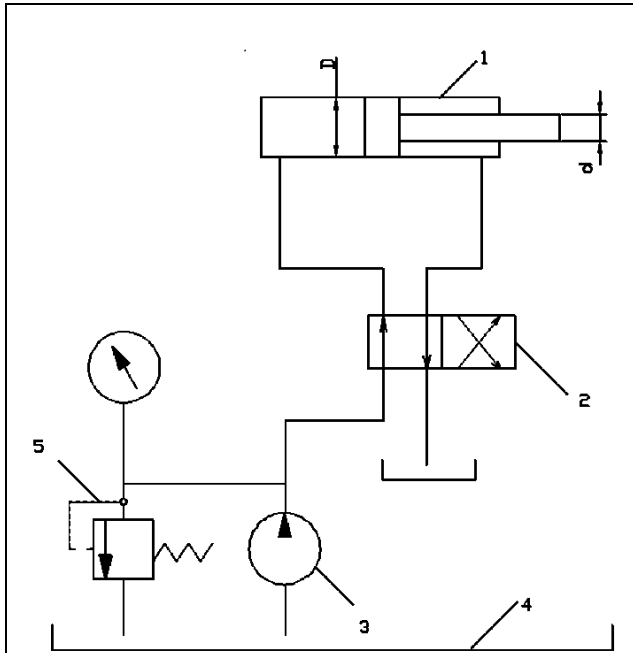

Рисунок 3
3. В объемном гидроприводе (рис. 3) насос 3 при вращении своего приводного вала с частотой $n = 1500$ об/мин развивает подачу $Q_n = 0,4$ л/с. Уплотнение поршня диаметром $d = 40$ мм в гидроцилиндре 1 манжетное. Утечка масла в гидросистеме не превышает $\Delta Q = 1,5$ см³/с. С учетом утечки масла в гидросистеме определить, с какой частотой необходимо вращать приводной вал насоса для сообщения поршню гидроцилиндра скорости $v = 7$ см/с при его движении а) вправо, б) влево.